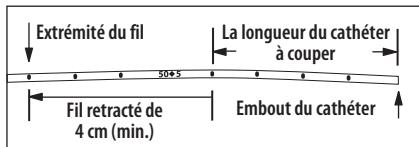

Figure 2
8. Retirer le stylet raidisseur du septum pour enlever le fil à un minimum de 4 cm derrière la zone de coupe du cathéter (se référer à la Figure 2).